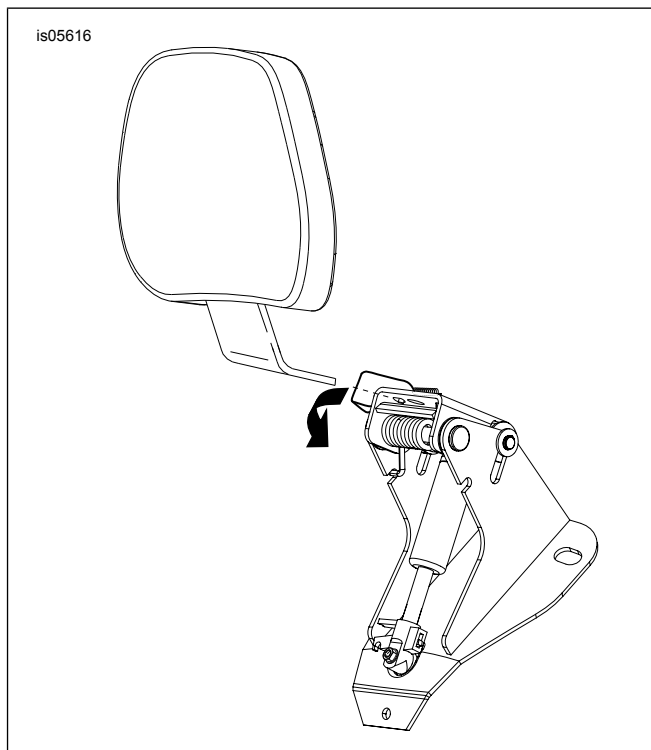

Figura 13. Instalarea spătarului
1. Consultați Figura 13 . Apăsați pe pârghia de pe suportul spătarului după cum se arată.